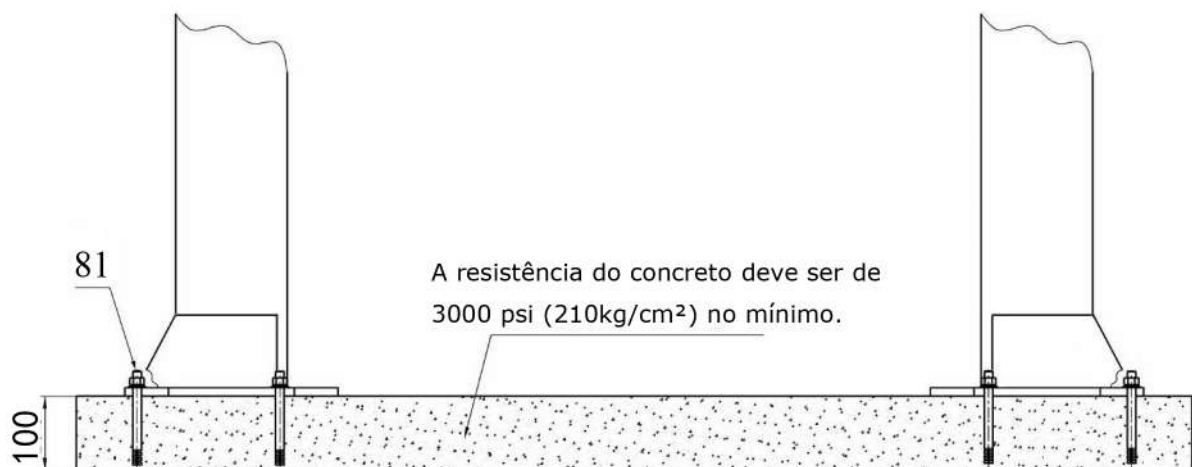

Fig. 5
D. Especificações do concreto (ver fig.5)